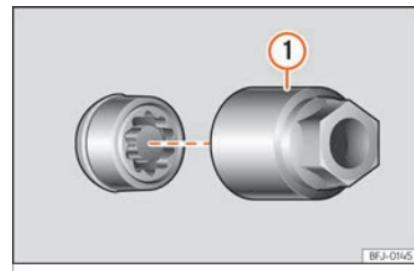

Fig. 34 Tornillo antirrobo de la rueda con capuchón y adaptador.
- Encage el adaptador especial »» fig. 34 ① (herramienta de a bordo »» pág. 44) en el tornillo antirrobo de la rueda hasta el tope.